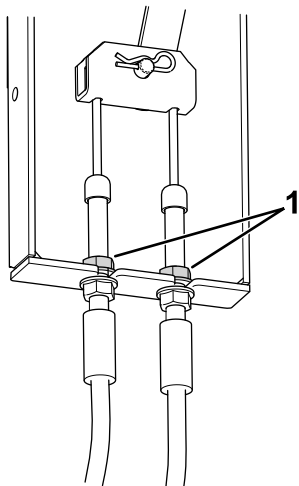

Figure 72
3. Localisez le support du câble de frein (Figure 72) sous le côté gauche de la machine, près de la roue gauche.